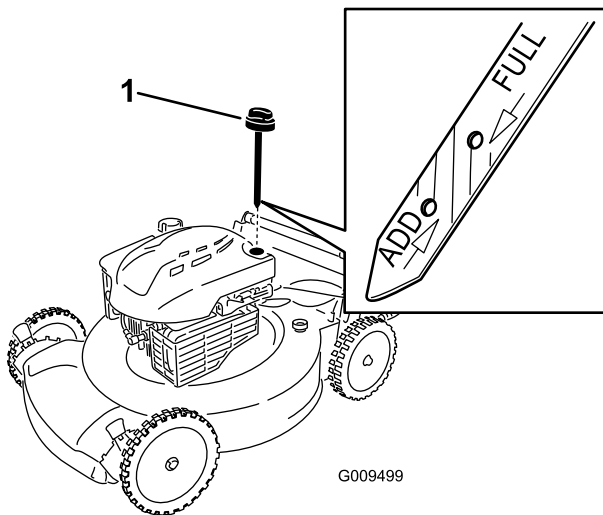

Bild 5
2. Entfernen Sie den Peilstab (Bild 5) und füllen Sie Öl in den Einfüllstutzen bis ca. 3/4 des Füllvolumens des Kurbelgehäuses ein.
5. Nehmen Sie den Peilstab heraus und lesen Sie den Ölstand am Peilstab ab, siehe **Bild 5**.